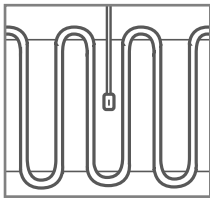
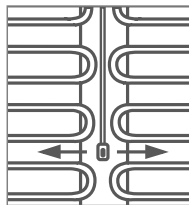

Рис. 17
Рис. 18
6. Расположите нагревательный мат относительно датчика температуры пола. Проследите, чтобы датчик был расположен внутри нагревательного мата (рис. 17) или между двумя матами (рис. 18) на равном расстоянии относительно витков греющего кабеля. Не устанавливайте датчик температуры пола между витками нагревательного кабеля (рис. 19).